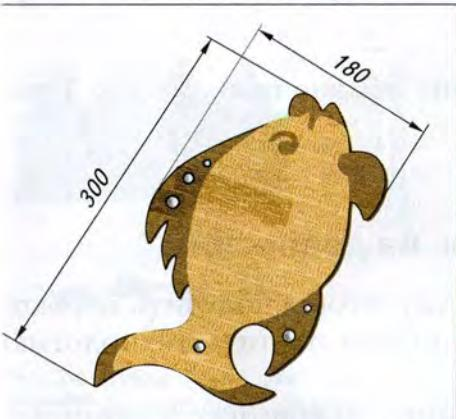
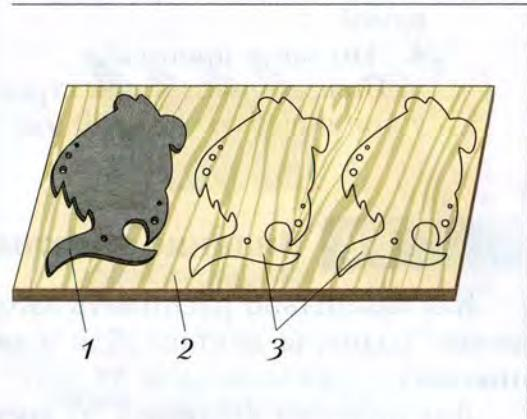
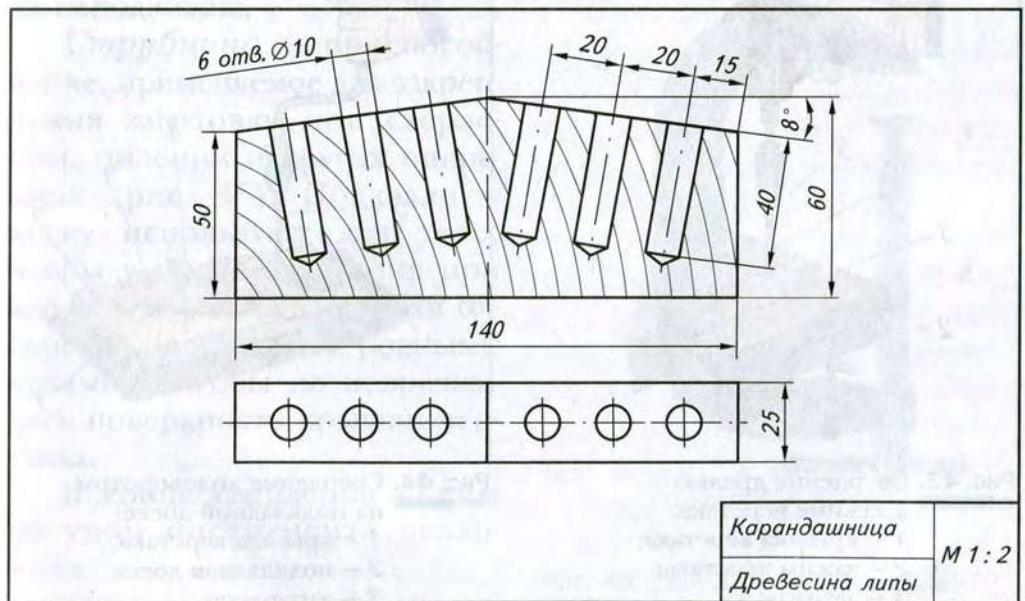
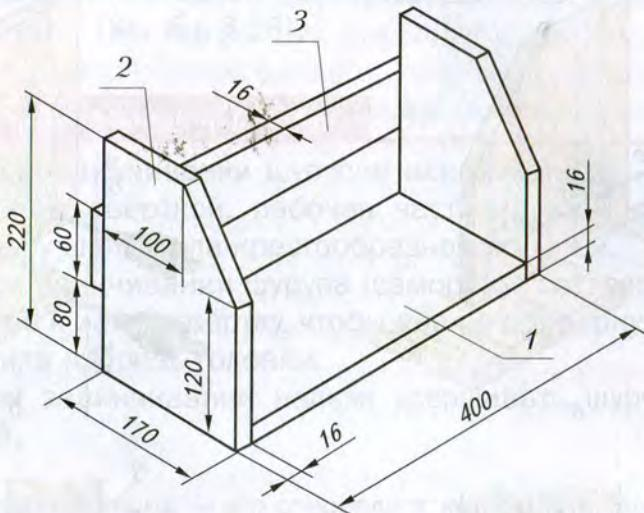

Рис. 21. Разделочная доска «рыбка» (толщина 8–10 см)
Рис. 22. Разметка деталей с помощью шаблона: 1 – шаблон; 2 – заготовка (фанера); 3 – размеченные контуры детали
Рис. 41. Чертёж детали «карандашница» подставки для ручек и карандашей
Рис. 57. Настольная полка для учебников: 1 – основание; 2 – боковая стенка; 3 – планка
Если необходимо разметить деталь с криволинейными контурами (рис. 21) или несколько одинаковых деталей, то применяют шаблон – образец, повторяющий форму детали (рис. 22).
3. Выполнни на выбранной заготовке разметку одной из деталей: деталей «основание» (см. рис. 9) и «карандашница» (см. рис. 41), детали домика для птиц (см. рис. 10), заготовки для разделочной доски «рыбка» (см. рис. 21), настольной полки (см. рис. 57) или детали твоего проектного изделия.
2. Распили предварительно размеченные заготовки (по указанию учителя): деталей «основание» (см. рис. 9), «карандашница» (см. рис. 41) и домика для птиц (см. рис. 10); заготовку для разделочной доски «рыбка» (см. рис. 21); деталей приспособления для пиления (см. рис. 28), настольной полки (см. рис. 57), полочки для цветов (см. Приложение, рис. 172) или детали твоего проектного изделия.
4. Прострогай предварительно размеченные заготовки: деталей «основание» (см. рис. 9) и «карандашница» (см. рис. 41), детали домика для птиц (см. рис. 10), приспособления для пиления (см. рис. 28), настольной полки (см. рис. 57), полочки для цветов (см. Приложение, рис. 172) или детали твоего проектного изделия.
Рассмотрим последовательность сверления отверстий на примере детали «карандашница» (рис. 41) – одной из деталей подставки для ручек и карандашей (см. Приложение, рис. 170).
5. Просверли предварительно размеченные заготовки: деталей «карандашница» (см. рис. 41), разделочная доска «рыбка» (см. рис. 21), детали настольной полки (см. рис. 57), полочки для цветов (см. Приложение, рис. 172) или детали твоего проектного изделия.
Рассмотрим последовательность соединения деталей с помощью саморезов на примере крепления боковой стенки к основанию изделия «настольная полка для учебников» (рис. 57).
6. Соедините шурупами (саморезами) детали изделий: домик для птиц (см. рис. 10), настольная полка для учебников (см. рис. 57), подставка для ручек и карандашей (см. Приложение, рис. 170), настольная полочка для лазерных дисков (см. Приложение, рис. 171), полочка для цветов (см. Приложение, рис. 172) или детали своего проектного изделия.